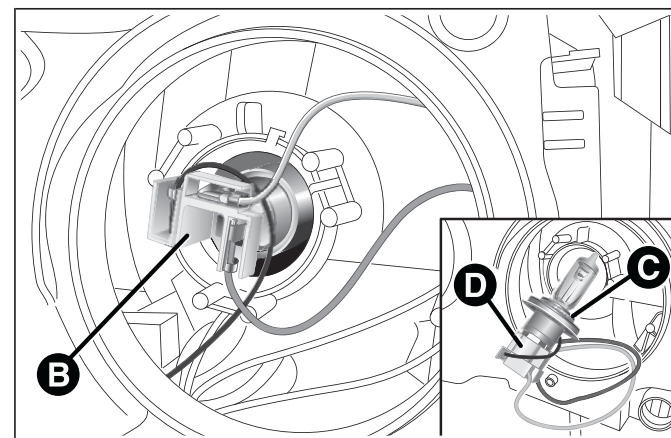

fig. 126
- spingere verso il basso il gruppo connettore + portalampada B fig. 126;